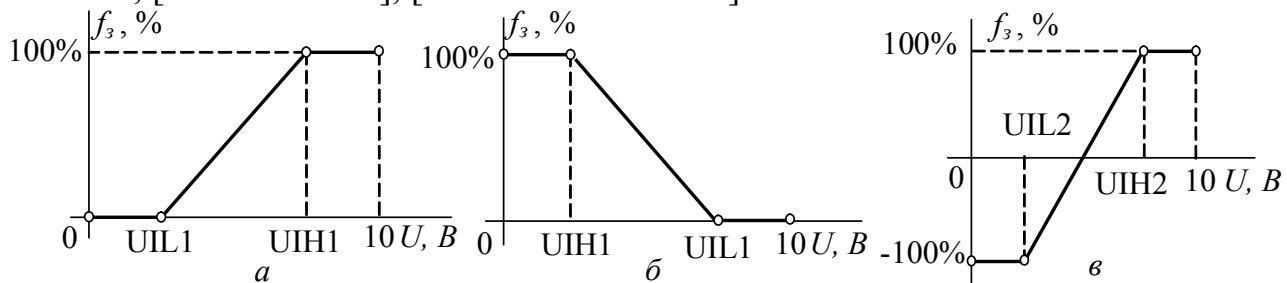
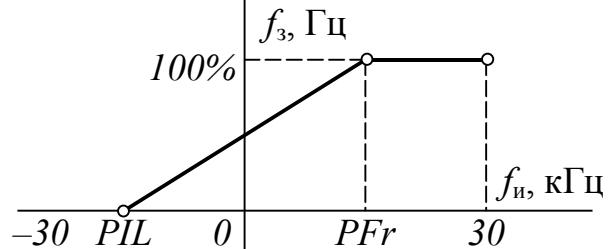

Рис. 7.3. Статические характеристики аналогового входа
Рис. 7.7. Статическая характеристика импульсного входа
Для согласования аналогового входа с источником сигнала его статическую характеристику (зависимость задания на частоту от входного сигнала) можно сделать нелинейной (рис. 7.3а). Абсциссы опорных точек (в диапазоне 0...10 В) для аналогового входа  $AI1$  задают с помощью параметров (подменю  $AI1$ -, [AI1 CONFIGURATION], [КОНФИГУРАЦИЯ AI1]):
В случае, если  $UIL1 > 0$ , в диапазоне малых входных сигналов (0... $UIL1$ ) ПЧ не будет реагировать на изменение входного сигнала (зона нечувствительности), а задание на частоту будет нулевым. Если же сигнал больше  $UIH1$ , задание на частоту будет максимально возможным (зона насыщения). Если максимальное значение выбрано меньше минимального ( $UIH1 < UIL1$ ), статическая характеристика входа имеет вид, изображенный на рис. 7.3б.
- POS, [0 - 100%] – только положительное задание, изменяющееся в пределах 0...100% (как на рис. 7.3а для первого входа);
- nEG, [+/- 100%] – двухполярное задание, изменяющееся в пределах  $\pm 100\%$  при изменении входного сигнала в пределах 0...10 В или 0...20 мА (рис. 7.3в).
Импульсный вход имеется на карте расширения VW3A3202. Подобно аналоговым входам, он может иметь нелинейную статическую характеристику (см. рис. 7.3а, б). Абсциссы опорных точек данной характеристики задают значения параметров (подменю PLI-, [RP CONFIGURATION], [КОНФИГУРАЦИЯ RP]):
Поскольку минимальная входная частота может быть отрицательной, статическая характеристика импульсного входа, в отличие от аналоговых, может принимать вид не только рис. 7.3а, б, но и рис. 7.7.